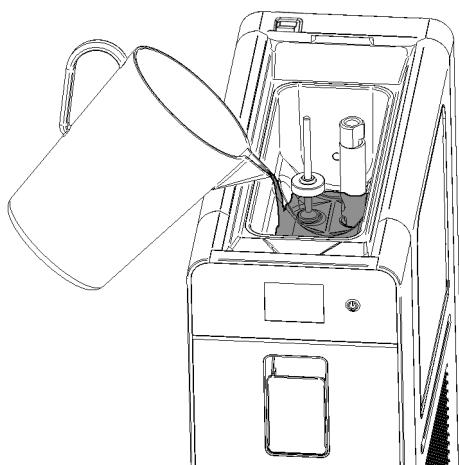

figure 4
- 2** Verser la préparation dans le bac supérieur et attendre que le cylindre se remplisse. Le remplissage est terminé lorsqu'il n'y a plus de bulles d'air qui s'échappent par le trou du tube de mélange. (voir figure 4)